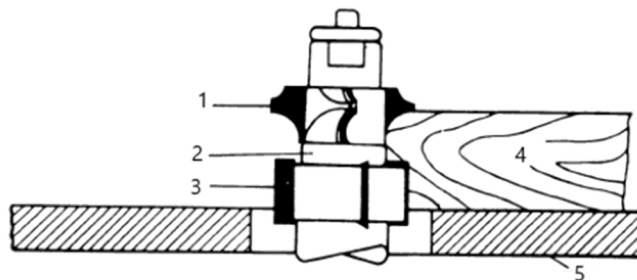

Figura 9
3. El método del collar entre cortadores, que se muestra en la figura 9, tiene tanto las ventajas como las desventajas de los dos primeros métodos. Este método se utiliza principalmente cuando se deben dar forma a ambos bordes de la obra.